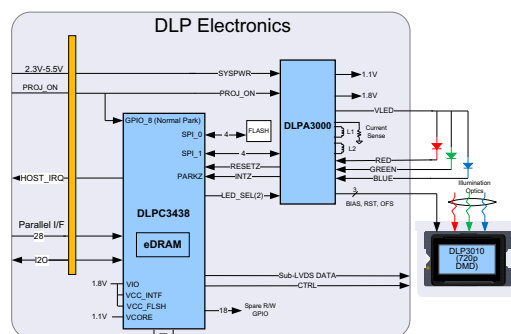

図 6. DLP3010、DLPC3438、DLP3000 を使用した DLP 電子回路システムのブロック図
- モバイル スマート TV アプリケーションの代表的な DLP 電子回路システムのブロック図を 図 6 に示します。主要なコンポーネントは、DLP コントローラ、DLP チップセット、パワー マネージメント IC、LED 駆動回路です。